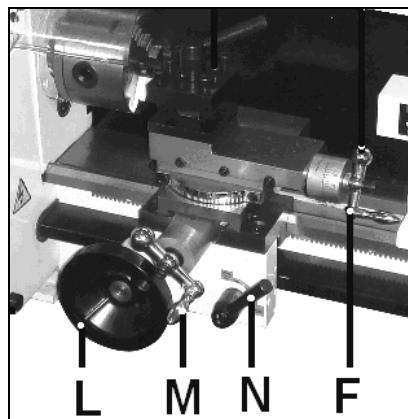

Fig 8
Pour les tournages longitudinaux ou transversaux, il est possible de faire bouger manuellement le chariot longitudinal (L, Fig 8), le chariot transversal (M) et le chariot supérieur (F) avec les volants
Fermer l'écrou vis-mère (N, Fig 8). L'écrou vis-mère reste fermé pendant toute l'opération de filetage.